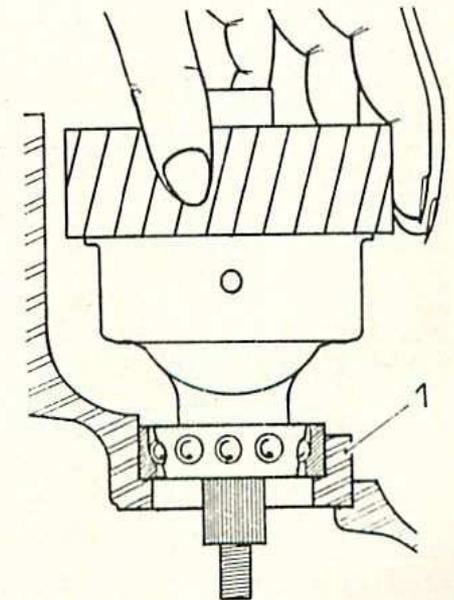

Fig. 33. — Coupe du carter de boîte côté roulement de différentiel.
ment du roulement à billes (1) (fig. 33) du différentiel.